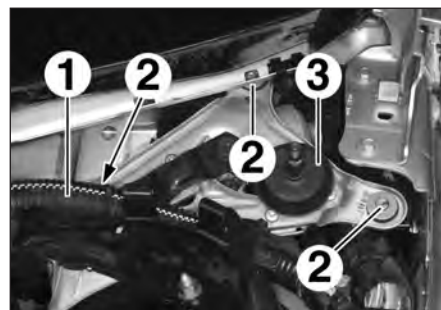

FIG.98
- Dégrafer le faisceau électrique (1) (Fig.98).
- Déposer les vis (2).
- Dégager le mécanisme d'essuie-vitre (3).
- Déposer le mécanisme d'essuie-vitre (3).